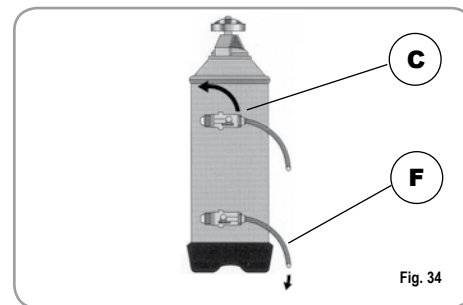

Fig. 34
- 2) Rimettere il tappo e riposizionare la leva C verso sinistra (Fig. 34), lasciando scaricare l'acqua salata dal tubo F finchè non ritorni dolce (circa 1/2 ora).